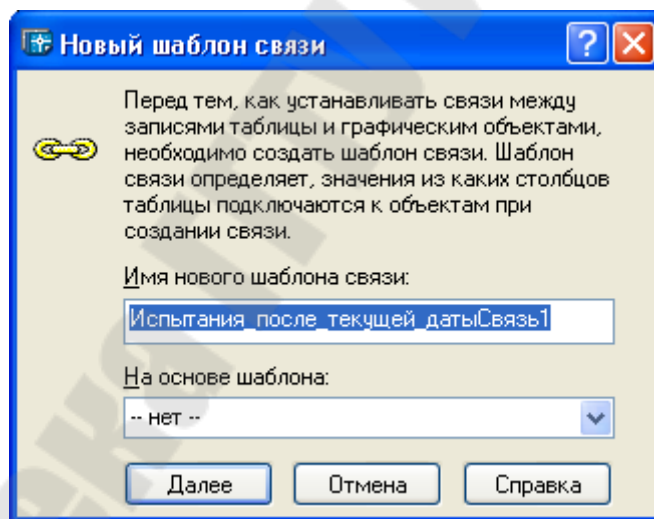

Рис. 12.10. – Диалоговое окно Новый шаблон связи
7. В результате откроется диалоговое окно Новый шаблон связи Новый шаблон связи (см рис. 12.10) . Нажать кнопку *Далее*.